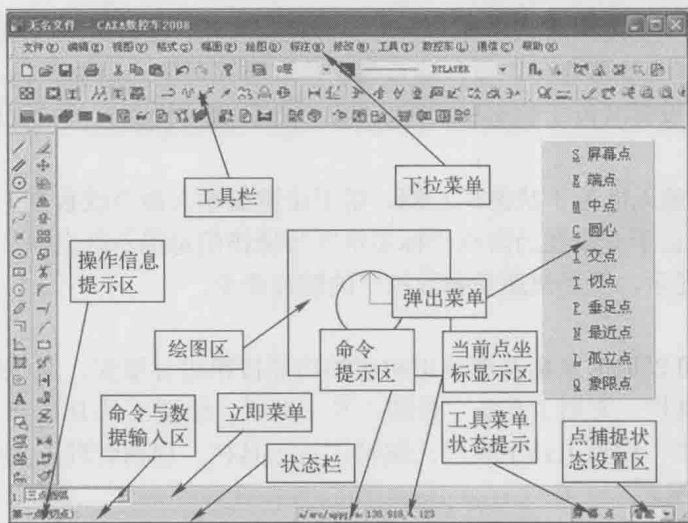

图 0-19 CAXA 数控车用户界面
CAXA 数控车用户界面由绘图区、菜单系统、状态栏和工具栏4部分组成，如图 0-19 所示。
绘图区是用户进行绘图设计的工作区域，如图 0-19 所示的空白区域。它位于屏幕的中心并占据了屏幕的大部分面积。广阔的绘图区为显示全图提供了清晰的空间。
① 主菜单区，如图 0-19 所示，主菜单位于屏幕的顶部。它由一行菜单条及其子菜单组成，菜单条包括文件、编辑、视图、格式、绘制、标注、修改、工具和帮助等。每个部分都含有若干个下拉菜单。
② 立即菜单描述了该项命令执行的各种情况和使用条件。根据当前的作图要求，正确地选择某一选项，即可得到准确的响应。
③ 工具菜单包括工具点菜单和拾取元素菜单。
④ CAXA 数控车弹出菜单是用来弹出当前命令状态下的子命令，通过空格键弹出，不同的命令执行状态下可能有不同的子命令组，主要分为点工具组、矢量工具组、选择集拾取工具组、轮廓拾取工具组和岛拾取工具组。如果子命令是用来设置某种子状态，CAXA 数控车在状态条中显示提示用户。